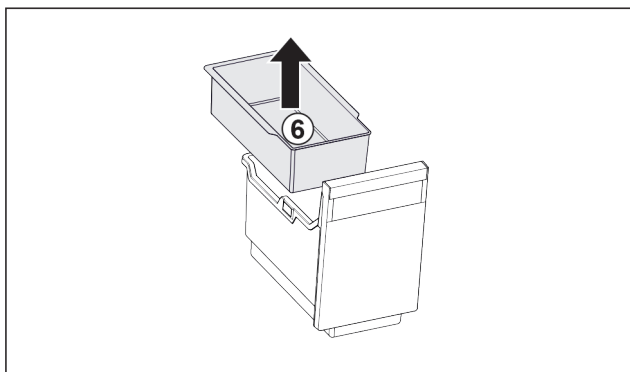

Fig. 139
- Einhängeschale Fig. 139 (6) entnehmen.